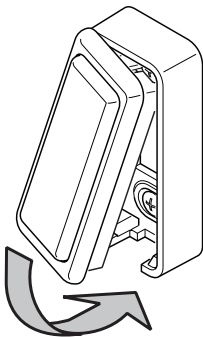

Figure 6 - Mise en place de la partie avant sur le socle
9. Lorsque le bouton-poussoir et le carillon sont branchés et qu'ils fonctionnent correctement, remplacez la partie avant du bouton-poussoir sur le socle, en commençant par le haut, puis encliquetez-le en place (voir la Figure 6). **Note** : Le bouton-poussoir doit être installé avec l'éclairage « recherche-clé » vers le bas.